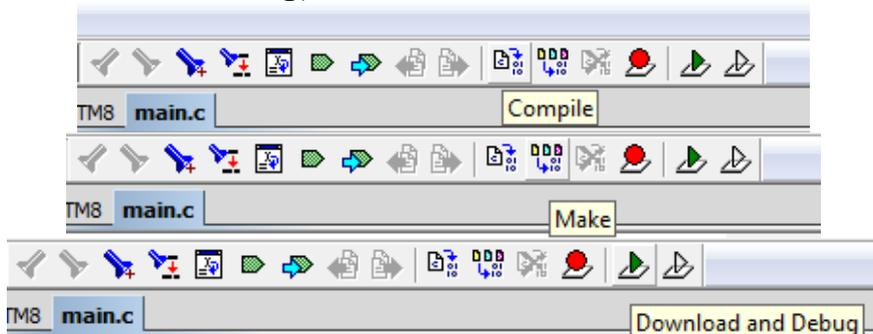

Рис. 2.10. Панели компиляции и загрузки программы
10. Загрузка программы в микроконтроллер осуществляется в три этапа (рис. 2.10): компиляция (*Compile*), создание (*Make*), загрузка и отладка (*Download and Debug*).